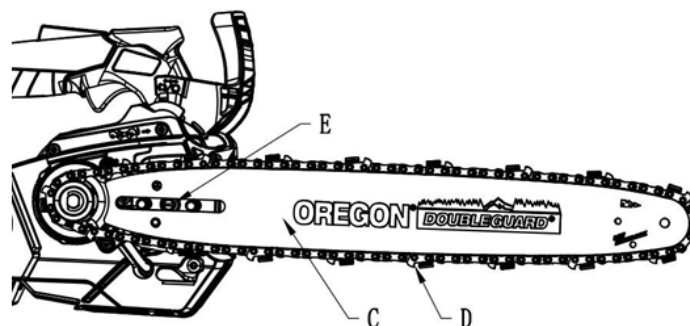

Fig 7
4. Regolare il registro della tensione della catena (E) e montare la barra (C) e la catena (D) come mostrato in Fig. 7.